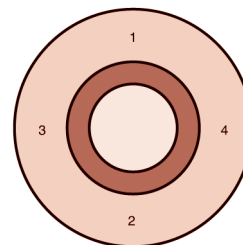

Figura 8: Secuencias de par de apriete de pernos de brida
5. Apriete a mano las tuercas hasta que estén ajustadas. Presione uniformemente la cara de la brida apretando los pernos con incrementos de par de apriete de 6.8 Newton-m (5 pie - lb.), de acuerdo con la secuencia mostrada en la Figura 8: Secuencia de apriete de los pernos, que muestra que el apriete (torque) se hace en secuencia opuesta (pernos opuestos en 180°).